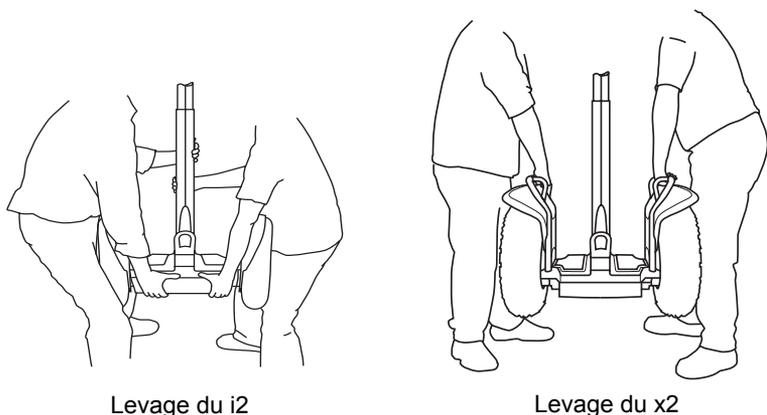

Figure 25. Levage du Segway TP
3. Soulevez le Segway TP à l'aide de vos jambes, pas du dos. Voir la **Figure 25**.